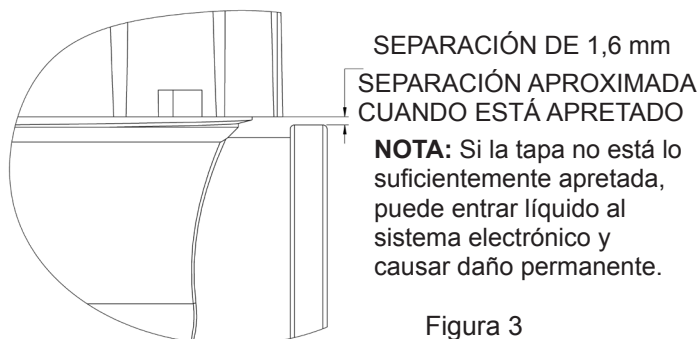

Figura 3
5. Enrosque la tapa del medidor manualmente. Para verificar el apriete, debería haber una separación de aproximadamente 1,6 mm entre la tapa y el borde del puerto de salida (consulte la Figura 3).